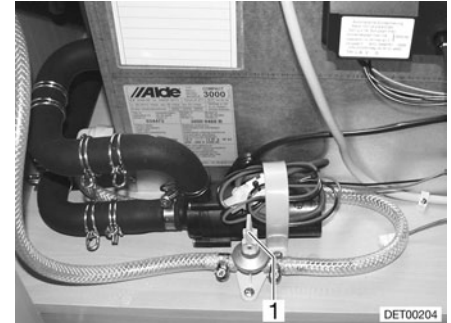

Fig. 185 Llave de desagüe
- Abrir las llaves de desagüe. Colocar para ello el balancín (Fig. 185,1) en posición vertical.